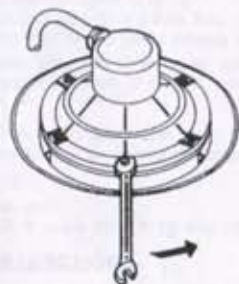

Fig. 2
- 1.2 Undo the nuts securing the faceplate to the bulb housing. (Fig. 2).
- 1.2 Devisser les écrous qui fixent l'enjoliveur au fond du projecteur. (Fig. 2).
- 1.2 Desmontar las tuercas que fijan el aro embellecedor al fondo foco. (Fig. 2).
- 1.2 Smontare i dadi che fissano l'anello decorativo al fondo del foco. (Fig. 2).
- 1.2 Die Muttern, welche den Abdeckung mit dem Scheinwerferkörper verbinden, abschrauben. (Fig. 2).
- 1.2 Dosemroskar as porcas que fixam o aro embelezador ao fundo foco. (Fig. 2).